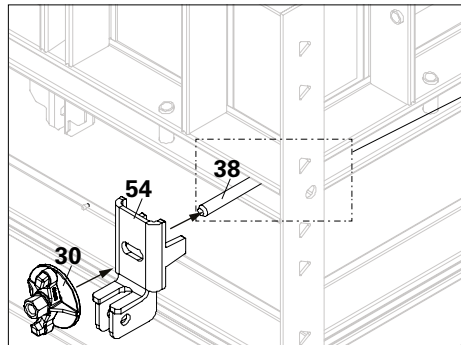
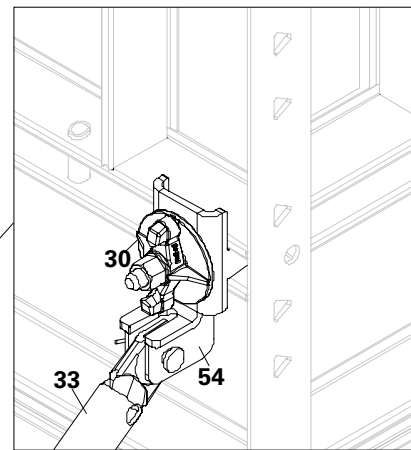

Fig. A6.06a
Fig. A6.06c
3. Attaccare il connettore rinforzo esterno (54) al connettore angolare HSA DW 15 (38) e, quindi, inserire la contropiastra dado alette DW 15 (30). (Fig. A6.06a)
4. Serrare la contropiastra dado alette DW 15 (30) per assicurarsi che il connettore angolare HSA DW 15 (38) sia correttamente fissato al connettore rinforzo esterno (54).
5. Fissare il puntello di stabilizzazione (33) al connettore rinforzo esterno (54) per mezzo di perni e inserti a molla. (Fig. A6.06c)
6. Ripetere la stessa procedura per fissare il connettore rinforzo esterno (54) per braccio stabilizzatore.